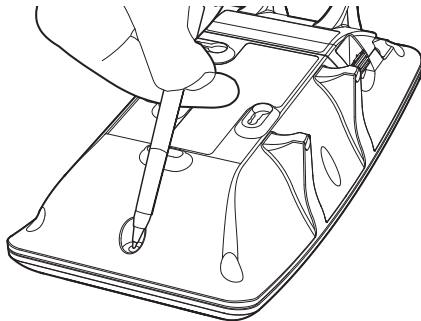

Fig. 5
2. Appuyez brièvement et relâchez la touche d'interconnexion dans l'orifice circulaire situé à l'arrière de l'appareil à l'aide de la pointe d'un stylo ou d'un objet similaire tel qu'indiqué (Fig. 5).
1. Appuyez brièvement et relâchez le bouton d'interconnexion dans l'orifice circulaire situé à l'arrière de l'appareil à l'aide de la pointe d'un stylo ou d'un objet similaire tel qu'indiqué (Fig. 5). Les deux voyants d'alarme rouges à l'avant de l'alarme sonore basse fréquence s'allument lorsque vous appuyez sur le bouton.